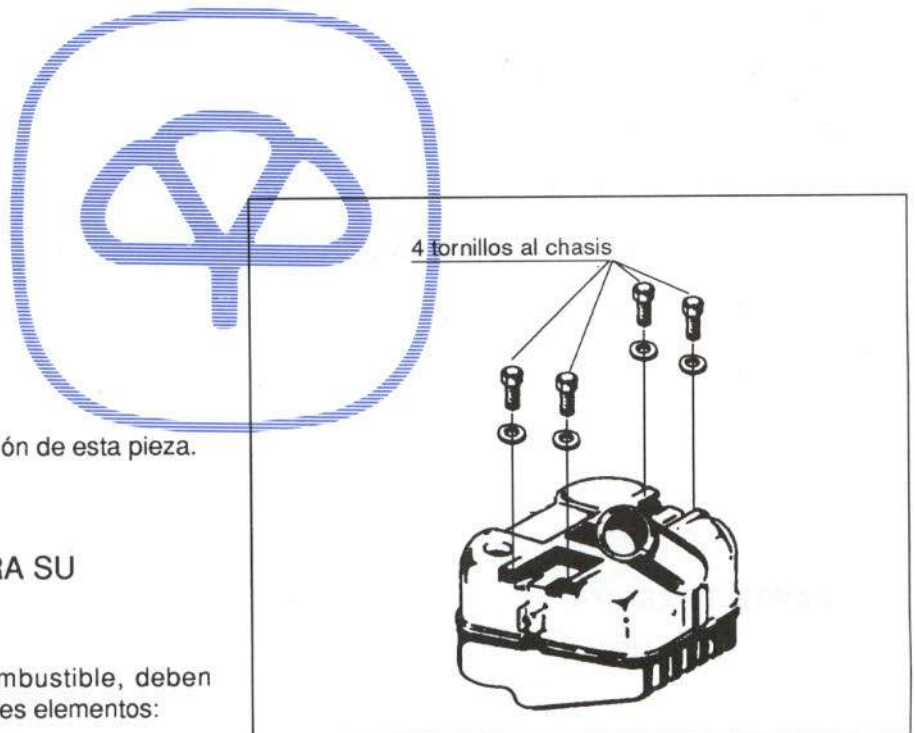

Figura 34.- Fijación del depósito de combustible
En la figura 34, se muestra la sujeción de esta pieza.
- Depósito de gasolina (figura 34)